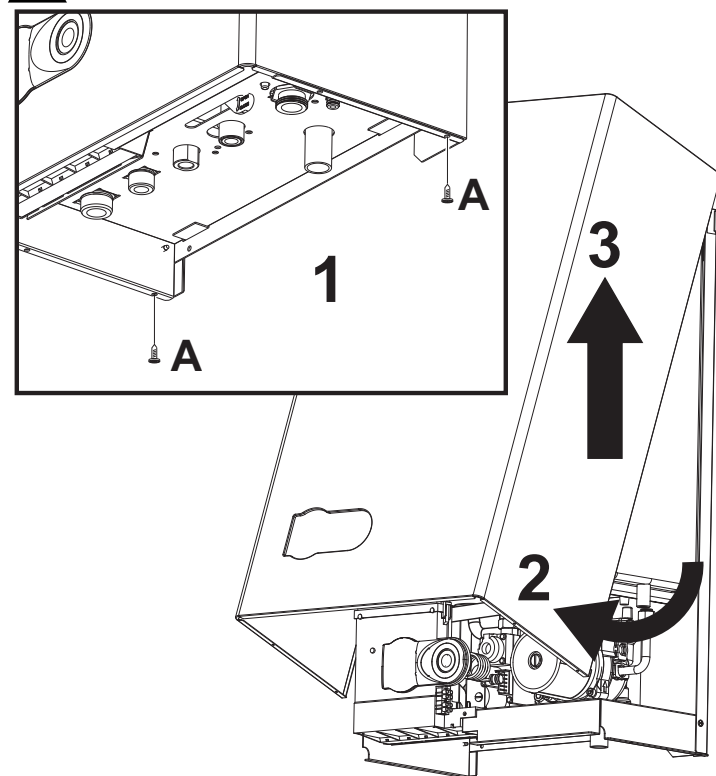

fig. 16 - Apertura de la cubierta
1. Desenrosque los tornillos A (fig. 16).
2. Gire la cubierta (fig. 16).